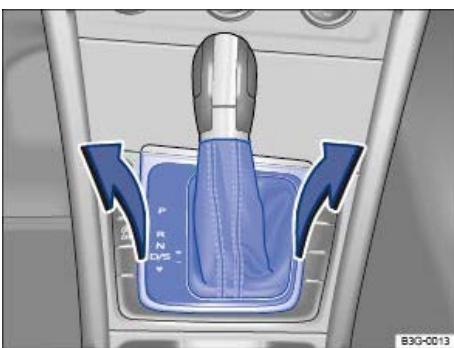

Abb. 286 Abdeckung der Schaltkulisse ausbauen.
- Abdeckung im Bereich der Wählhebelmanschette mit angeschlossenen elektrischen Leitungen vorsichtig nach oben ziehen \Rightarrow Abb. 286